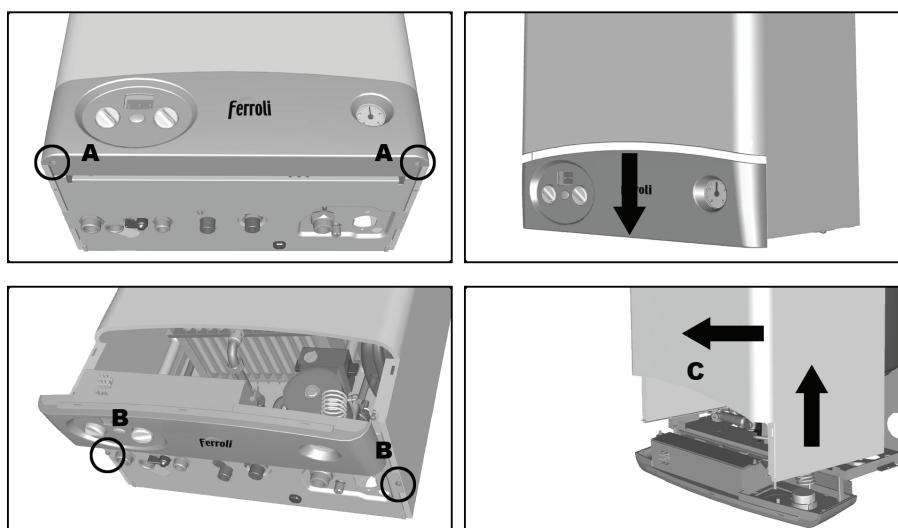

рис. 17 - Снятие кожуха
1. Отвинтите оба винта "A" (см. fig. 17).
2. Опустите панель управления (см. fig. 17).
4. Полностью отвинтите оба винта В (см. fig. 17).